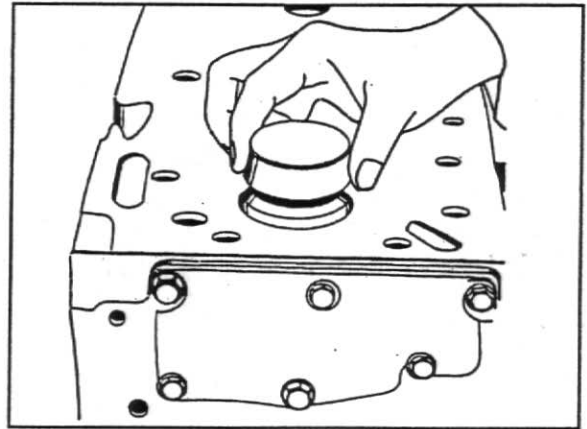

Fig. 25
3. Prende a sede de admissão com a ferramenta nº 81 30 405 e a sede de escapamento com a ferramenta nº 81 30 404. Use as guias de válvula como referência para a montagem, fig.25.